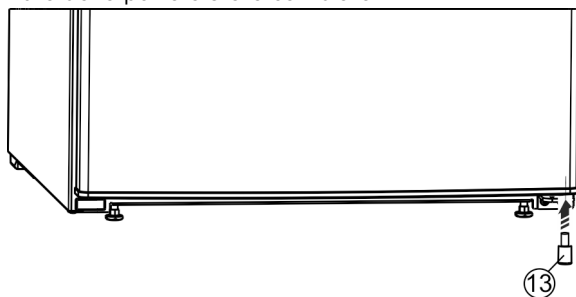

Fig. 27*
- Reinserire il distanziatore Fig. 27 (13) a destra in basso nella porta in quanto risulta importante per la stabilità dell'apparecchio.*